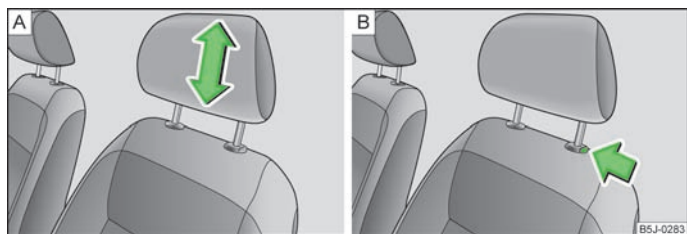

Abb. 35 Kopfstütze: Einstellen / Ausbauen
- Die Kopfstütze seitlich mit beiden Händen anfassen und diese je nach Wunsch nach oben schieben » Abb. 35 - [A].
- Möchte man die Kopfstütze nach unten verschieben, dann die Sicherungstaste » Abb. 35 - [B] mit einer Hand drücken und gedrückt halten, und mit der anderen Hand die Kopfstütze nach unten drücken.
- Die Sicherungstaste in Pfeilrichtung drücken » Abb. 35 - [B] und die Kopfstütze herausziehen.